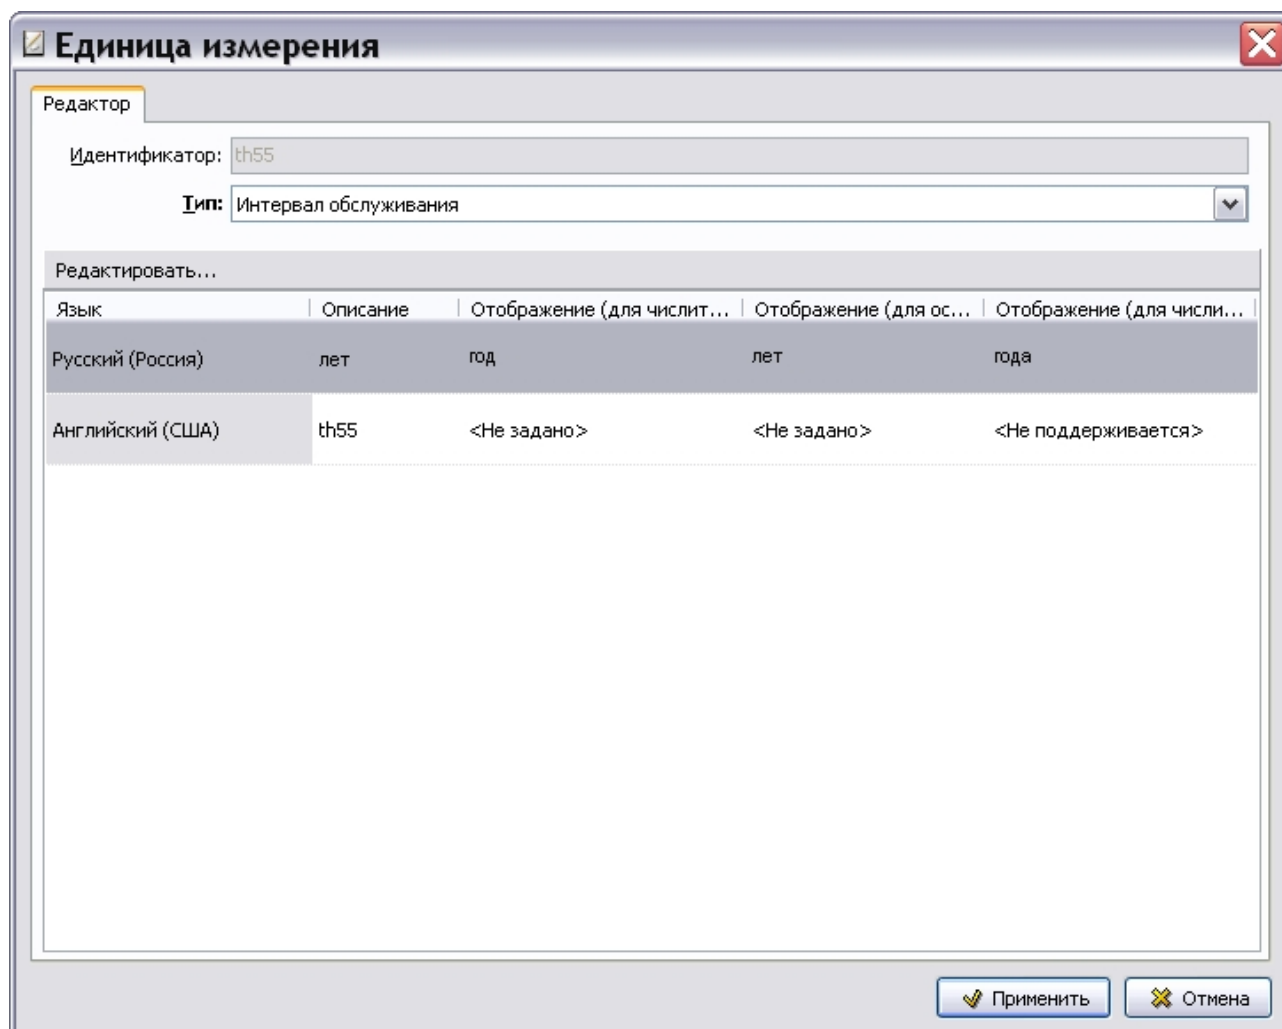

Рис. 3.93
5. В окне **Единица измерения** – **ru-RU** для единицы измерения «лет» нажмите на кнопку **Применить**. После этого произойдет возврат в окно **Единица измерения**, и введенные параметры отобразятся в нем (Рис. 3.93).